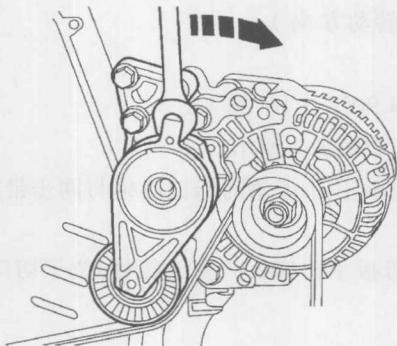

图1-1-1 转动多楔带张紧器
- ①拆下发动机盖。
- ②沿图1-1-1中的箭头方向转动张紧元件，松开多楔带。